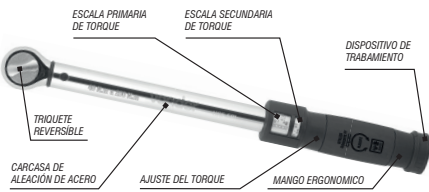

Figura 1 – Componentes de los modelos con encaje 1/2"
- Tire el dispositivo de trabamiento (Figura 1) para destrabar el sistema, (ver informaciones en el mango del torquímetro);